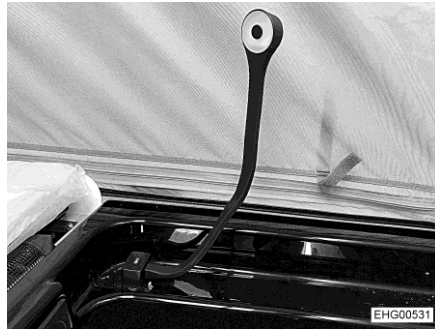
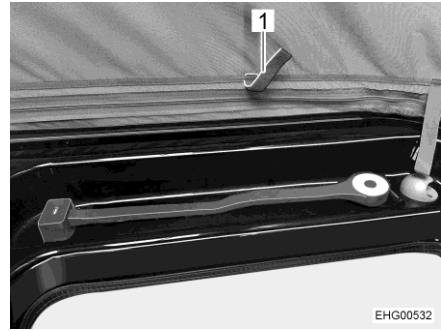

Bild 53 Schwanenhalbleuchte, Betriebsposition
Bild 54 Schwanenhalbleuchte, Transportposition
- Schwanenhalbleuchte von Betriebsposition (Bild 53) in Transportposition (Bild 54) zurückführen.
- Zeltstoff an den dafür vorgesehenen Laschen (Bild 54,1) nach innen ziehen.